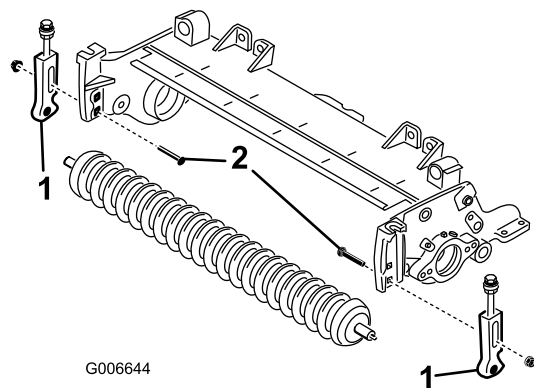

Figura 3
5. Retire los pernos de cuello cuadrado y las tuercas que sujetan los soportes de ajuste de la altura de corte a las chapas laterales de la unidad de corte (Figura 3).
7. Retire los soportes de ajuste de la altura de corte y el rodillo delantero de las chapas laterales de la unidad de corte (Figura 3).